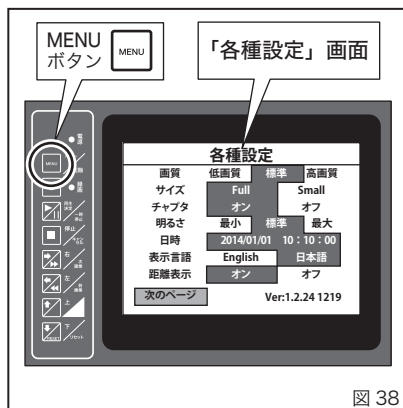

図 38
1. **MENU** ボタンを押すと、液晶モニターの表示が**各種設定画面**に変わります。(図 38)